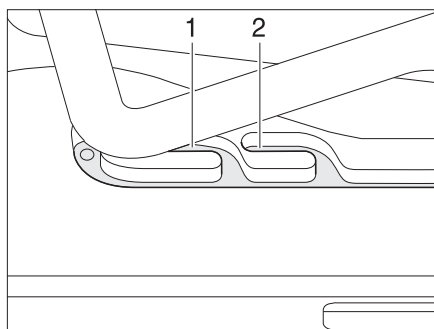
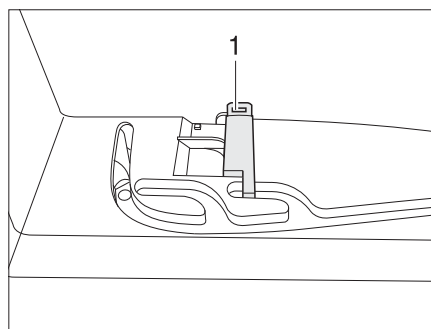

Bild 27 Kipp-Dachhaube in Lüftungsstellung
Bild 28 Verriegelung in Lüftungsstellung
Die Kipp-Dachhaube kann in zwei Lüftungsstellungen gebracht werden: Schlechtwetterstellung (Bild 27,1) und Mittelstellung (Bild 27,2). Je nach Modell kann die Dachhaube in der Mittelstellung mit dem Riegel (Bild 28,1) verriegelt werden.
- Den Bügel leicht nach oben drücken und in die gewählte Führung (Bild 27,1 oder 2) schieben und ggf. verriegeln.